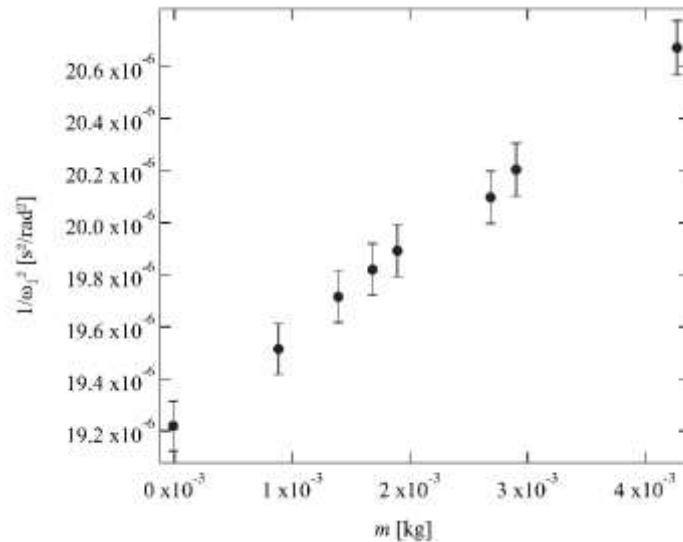

Figure 2:  $1/\omega_1^2$  en fonction de la masse  $m$  ajoutée à la masse  $M$ .
- Pour déterminer la valeur de la raideur  $k$ , une technique consiste à rajouter des masselottes de masse  $m$  à la masse  $M$ . On observe que la pulsation propre du système  $M + m$  est désormais  $\omega_1$ . Exprimer  $\omega_1$  en fonction de  $k$ ,  $M$  et  $m$ . Sur la figure 2, on représente les valeurs de  $1/\omega_1^2$  en fonction de  $m$ . Estimer un ordre de grandeur de la valeur de la raideur  $k$  et de la valeur de la masse  $M$  correspondant à ces mesures.